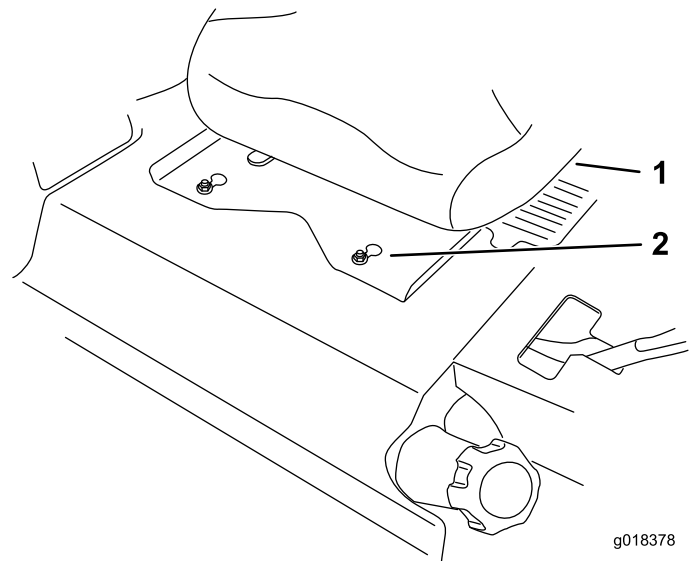

Figura 1
5. Fate scorrere il sedile e la relativa piastra in avanti in modo che i dadi anteriori entrino nel foro della chiave (Figura 1).